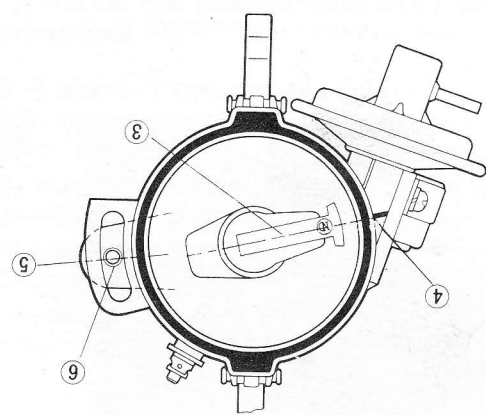

Abb. 9-18
2) Die Verteilerkappe entfernen. Den Rotor drehen, bis die Mitte des Rotors ③ mit der Augußmarke ④ auf dem Verteilergehäuse geflüchtet ist, wie in Abb. 9-18 gezeigt.